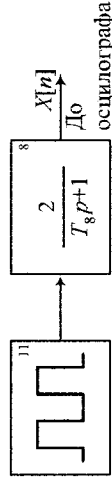

Рис. 16
2. Зібрати модель розімкнутої імпульсної системи, схема якої зображена на рис. 16.